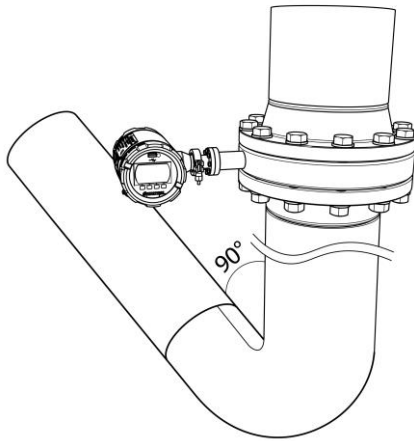

Figura 2-1: Ejemplo de montaje vertical del sistema de integración de tuberías en relación con la posición del sensor ultrasónico (US).
- Los sensores ultrasónicos (US) deben colocarse en una tubería vertical en un ángulo recto (90°) con respecto a la tubería horizontal conectada (Figura 2-1).